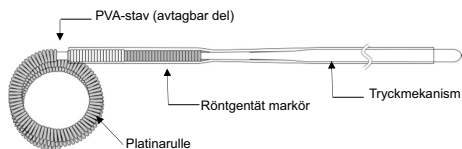
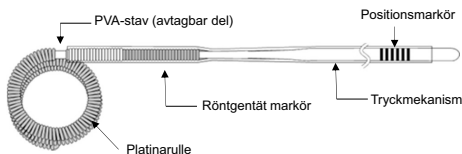

Bild 1. Schematisk ritning av ED COIL utan positionsmarkör
Bild 2. Schematisk ritning av ED COIL med positionsmarkör
ED COIL består av en platinarulle (nedan kallad "rulle"), tryckmekanism och en PVA-stav (avtagbar del). (Bild 1)
Det finns två typer i ED COIL; en utan positionsmarkör (bild 1) och en annan typ med positionsmarkör (bild 2).
4. Det finns två typer i ED COIL; en utan positionsmarkör (bild 1) och en annan typ med positionsmarkör på tryckmekanismen (bild 2). Positionsmarkören är avsedd att använda ED COIL uteslutande med en mikrokaterer med en effektiv längd på 150 cm. Använd inte positionsmarkören som en guide vid införingen av spolen om en mikrokaterer med en annan effektiv längd används; för istället in tryckmekanismen medan du iakttar spolens position i mikrokateren genom röntgengenomlysning.